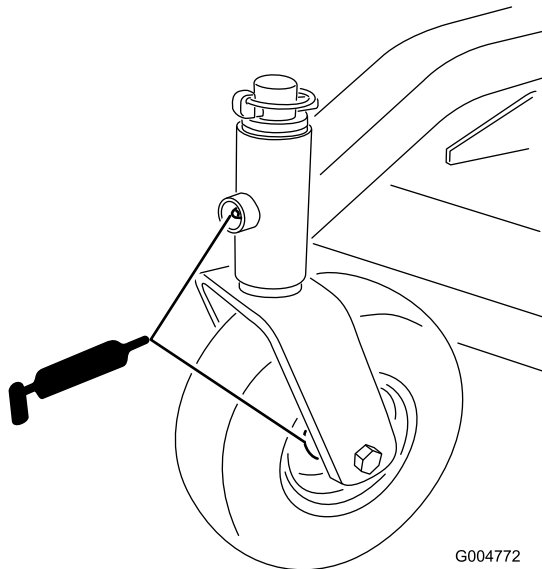

Figura 21
1. Lubrique los cojinetes de las ruedas giratorias delanteras y los pivotes delanteros (Figura 21).
4. Retire el retén de las ruedas traseras. Lubrique el cojinete de las ruedas traseras (Figura 21).